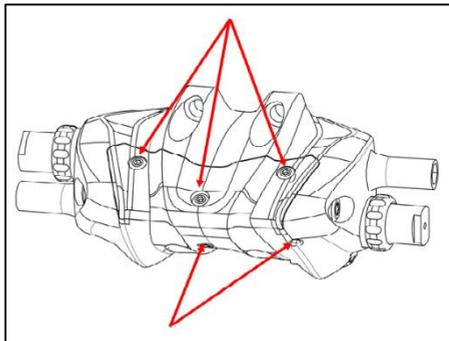

Fig. K-2 请勿松动上盖螺丝
- 捷安特油压碟刹系统本体前方由 6 个螺丝固定油槽上盖(如 Fig. K-2 所示圆圈处),请不要松动或移除该螺丝,避免渗油造成系统故障